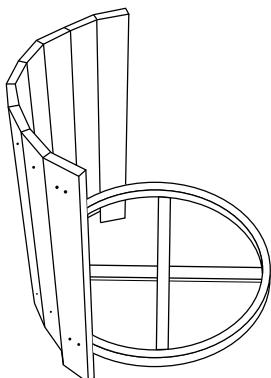

Figure 2
5. Attachez cinq des planchettes en bois résiné de 32 po, puis une autre planchette de 33 po. (Voir Figure 2)